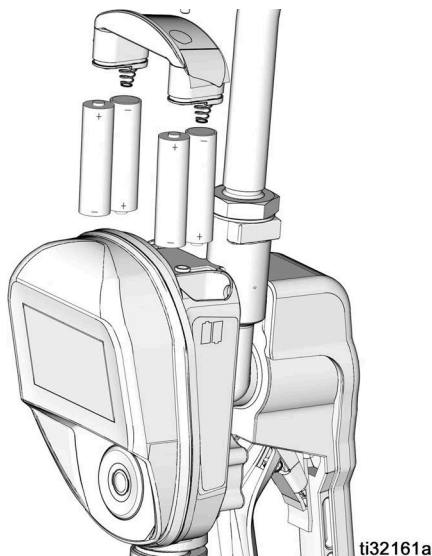

Рис. 48
- При установке батарей в отсек для батарей соблюдайте правильную полярность, указанную на табличке, расположенной на одной из сторон раздаточного клапана с расходомером (Рис. 48).
4. Установите 4 новые батареи. Схему размещения батарей см. на наклейках, расположенных на каждой стороне корпуса, а также на Рис. 48.